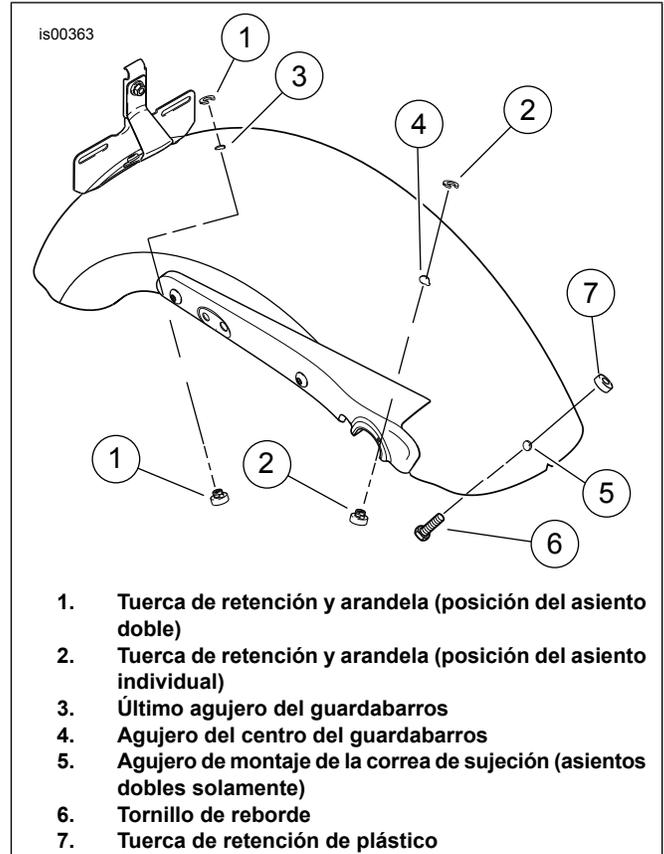

Figura 1. Ubicación de la tuerca de retención
5. Vea Figura 1. Quite la tapa plástica del último agujero del guardabarros (3).
6. Extraiga la tuerca de retención y la arandela (1) del agujero de montaje del asiento individual.